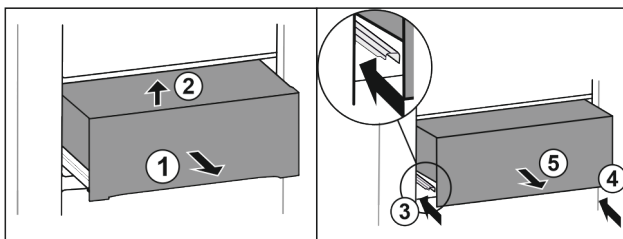

Fig. 42
- ▶ Extraiga el cajón hasta la mitad. Fig. 42 (1)
- ▶ Eleve la parte frontal del cajón. Fig. 42 (2)
- ▶ Inserte el riel izquierdo. Fig. 42 (3)
- ▶ Inserte el riel derecho. Fig. 42 (4)
- ▶ Extraiga el cajón hacia delante. Fig. 42 (5)